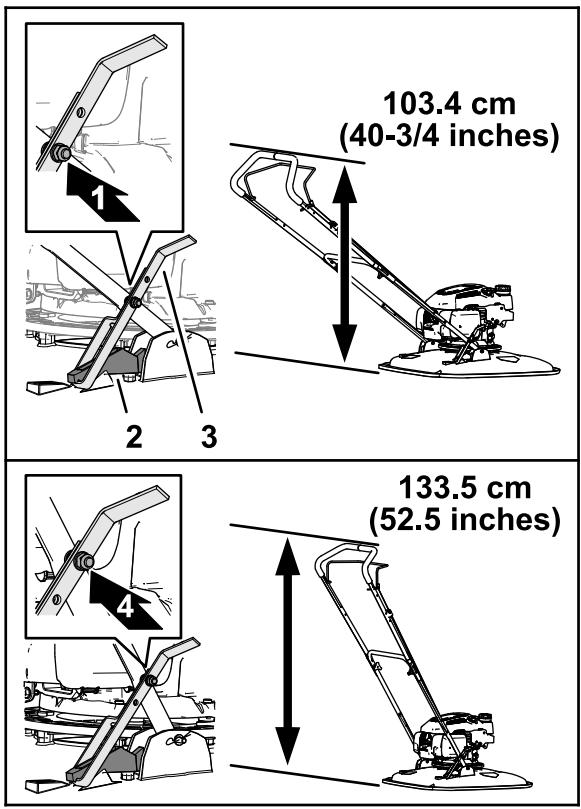

Figure 3
1. Déterminez la hauteur du guidon quand la cale au pied est fixée à son support (Figure 3).